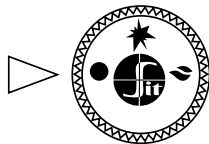

Рис. 6
- 7.2. В исходном (выключенном) положении ручка управления находится в положении «**точка**» (рис. 6). Пилотная и основные горелки погашены (подача газа к ним заблокирована).
- 7.5. **Выключение аппарата** производится путем поворота ручки в положение «**точка**» (рис. 6). При этом пилотная и основные горелки (если горят) погаснут.